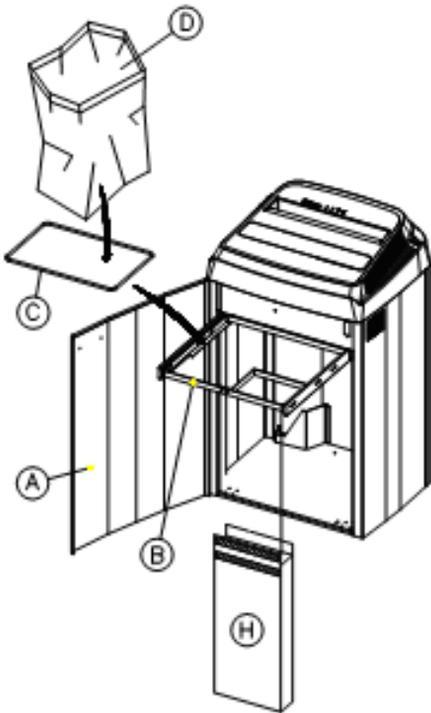
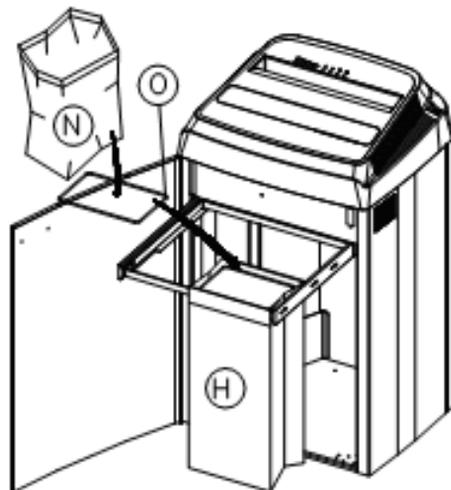

Fig. 1
Fig. 3
Après avoir déballé l'appareil, ouvrir la porte (A), extraire la structure (B) en suivant les indications de la figure 1, puis retirer le cadre porte-sac (C).
#### INSTALLATION FIG.1,2,3
Extraire la structure (B) en suivant les indications de la figure 1, prendre le sac en plastique fourni (N) fig.3, le replacer sur le cadre porte-sac (o) et le mettre dans le sac en tissu (H) de la façon indiquée dans la figure 3.
Lorsque des supports optiques sont introduits dans l'ouverture (10), la barre lumineuse (F) s'allume et l'appareil commence automatiquement la destruction grâce à deux cellules photoélectriques (10A) situées à l'intérieur de l'ouverture. Ces cellules enregistrent le passage du matériel à détruire et arrêtent automatiquement le groupe de coupe quelques secondes après la fin de la destruction. L'appareil est équipé d'un bac spécial (H) fig.1 permettant de récupérer les fragments de CD/DVD/DISQUETTES/CARTES BANCAIRES et de les séparer pour faciliter le tri sélectif des matériaux.